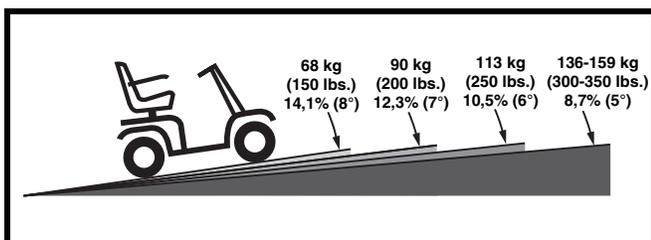
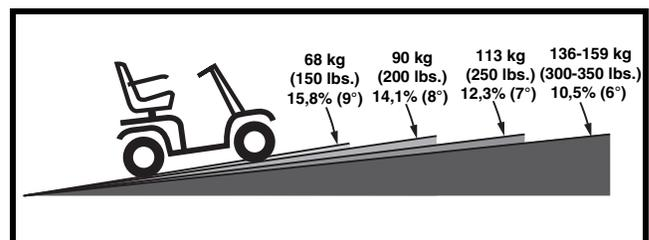

Abb. 1. 3-rad maximal empfohlene Steigung
Abb. 1A. 4-rad maximal empfohlene Steigung
**WARNUNG! Obwohl Ihr Elektromobil eine größere Steigung als in Abb. 1 und 1A angegeben überwinden kann, dürfen Sie unter keinen Umständen die Steigungsrichtlinien überschreiten oder andere Anweisungen dieses Handbuchs vernachlässigen. Dies kann zur Instabilität Ihres Elektromobils und darüber hinaus zu Personen- und/ oder Sachschäden führen.**
Da in manchen Ländern öffentliche Rollstuhlrampen nicht einer staatlichen Regulierung unterliegen, ist der Steigungswinkel nicht unbedingt immer gleich. Andere Steigungen können naturbedingt oder künstlich sein, aber nicht für Elektromobile konstruiert. **Abb. 1 und 1A** zeigt die Stabilität Ihres Elektromobils sowie seine Fähigkeit, Steigungen mit verschiedenen Ladungen und unter geregelten Testbedingungen zu überwinden.
**WARNUNG! Jeder Versuch, eine größere Steigung als abgebildet in Abb. 1 oder Abb. 1A zu überwinden, kann zu Instabilität und eventuell zum Umkippen Ihres Elektromobils führen.**